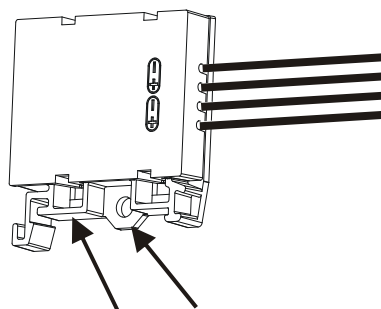

Fig. 2
- on a surface by means of a screw or cable ties (Fig. 2).
- Auf einem Untergrund mittels Schraube oder Kabelbinder (Fig. 2)
- sur un fond au moyen de vis ou de serre-câbles (Fig. 2)